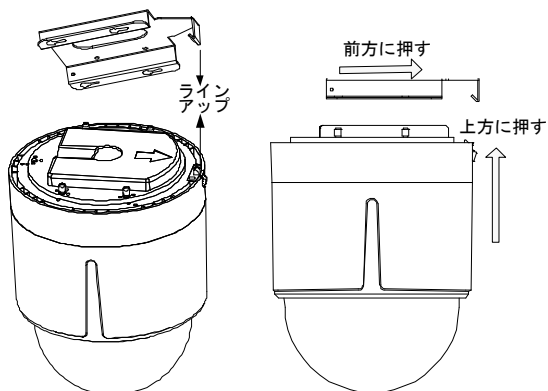

図 2-41 マウントベースへの後部ボックスの取り付け
- 3). スピードドームを押し上げてから、さらに矢印の方向に押し込みます。スピードドームが所定の位置に収まると、スプリングによってロッククリップが自動的にしっかりとハマります。図 2-41 を参照してください。